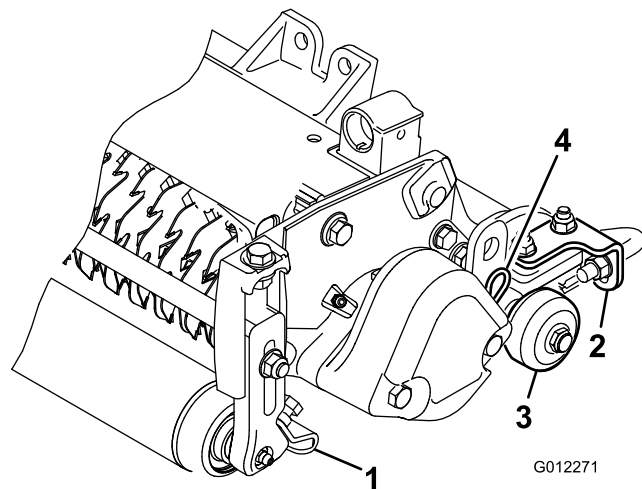

図 6
1. ローラ・スクレーパを固定しているフランジ・ナットをゆるめる (図 6)。
整備場の床にバーチカッターを降ろすときやトラクションユニットから外して床に置く場合には、ブレードが床にあたって破損しないよう、必ず移動用ローラを降ろしてください（図 6）。